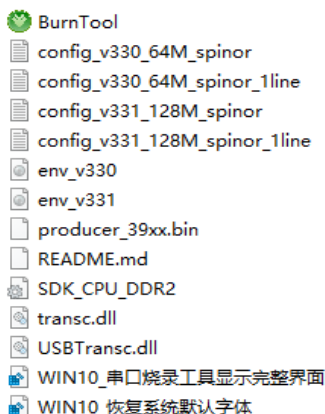

图 1-1 Burntool 文件夹
- (1) 将开发板通过 USB 线连接至 PC 端。
- (2) 把位于 SDK 发布包中的 sdk\_xxx.tar.gz 拷贝到 PC 上（PC 建议安装 Windows10、Windows7 操作系统）的某个本地硬盘。
- (3) 解压 sdk\_xxx.tar.gz，找到 tools 目录下的文件夹  burntool 并打开，确认包含图 1-1 所示的配置文件，并确认 BurnTool 版本在 V6.1.00 及以上。